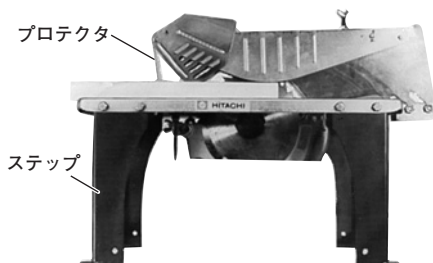

図 14
- 接触予防装置(保護カバー)の前にプロテクタ(図14)があります。のこ刃が回転しているときは、絶対に手などをプロテクタの中に入れてください。けがの原因になります。